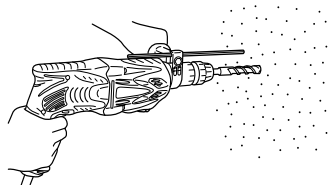

Fig. 10
- (1) Montar la broca.
- (2) Presionar el interruptor de gatillo después de poner la punta de la broca en la posición para taladrar. (Fig. 10)
Quando la broca toque una barra de hierro de construcción se detendrá inmediatamente y el martillo perforador tenderá a girar. Por lo tanto, sujetar el mango lateral y sostenerlo firmemente como se ilustra en la Fig. 10.